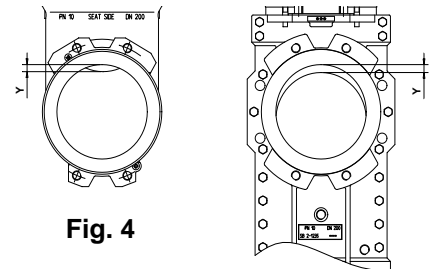

Fig. 4
1. Absperrventil öffnen und den Zylinder mit einem Drosselventil langsam in die Offenstellung fahren. Die Kolbenstange (25) muss in die Endposition AUF fahren. In dieser Stellung sollte die Schieberplatte (6) noch nicht ganz die Offenstellung erreicht haben – siehe Fig.4.
Dann die Kupplung (17) um das Maß „Y“ (siehe Fig.4) auf der Kolbenstange (25) hochschrauben und mit der Kontermutter (28) sichern.
4. Mit Druck im Zylinder langsam die Kupplung (17) wieder über die Schieberplatte (6) schieben, bis die Bohrungen fluchten, dann den Bolzen (20) und Klammern (21) wieder montieren.